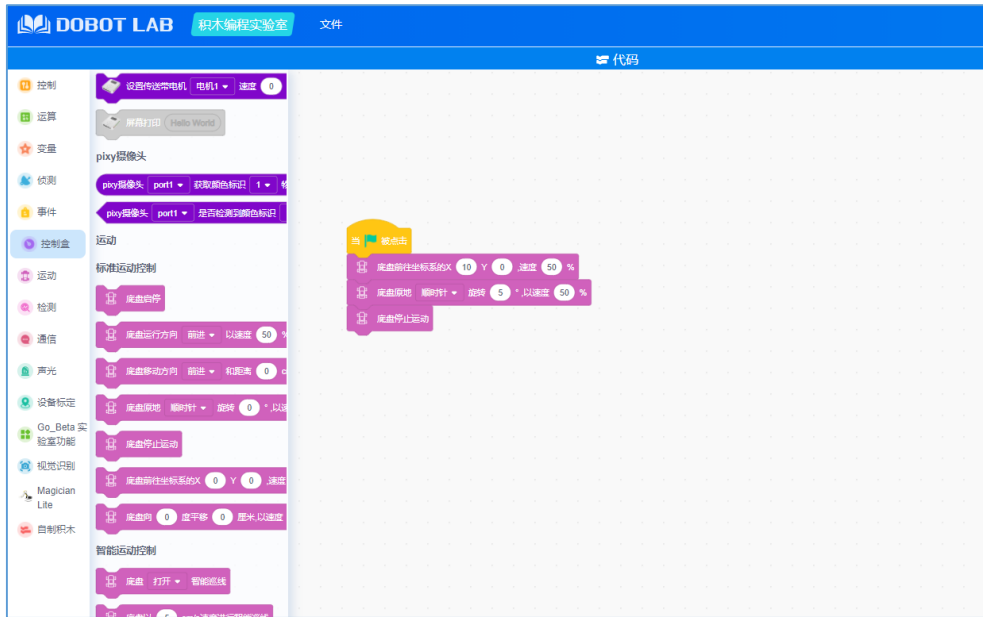

图 4.20 积木编程
**步骤 6** 成功连接Magician Go和DobotLab后，在积木区拖动积木开始编程，如图 4.20所示。